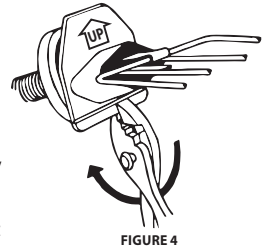

FIGURE 4
- Si le bas de la plaque de plastique touche le fond du réservoir, empêchant ainsi le dégivreur d'être étroitement ajusté contre le trou de drainage, casser la bande de plastique le long de la rainure, comme montré dans la figure 4. S'il était nécessaire de briser cette bande, vous devez également utiliser un couteau pour couper la pièce de joint chevauchante.